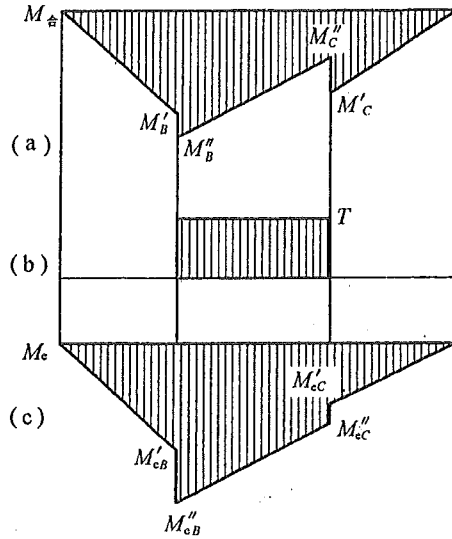

图 14-3
(5)合成弯矩图(图 14-3(a))
(6)扭矩图(图 14-3(b))
(7)当量弯矩图(图 14-3(c))